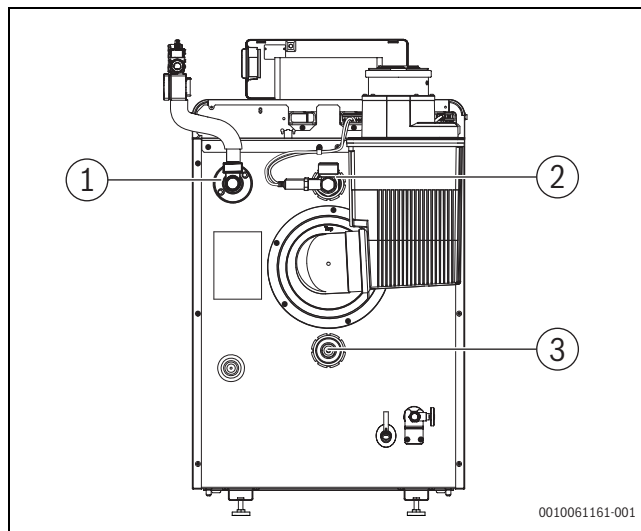
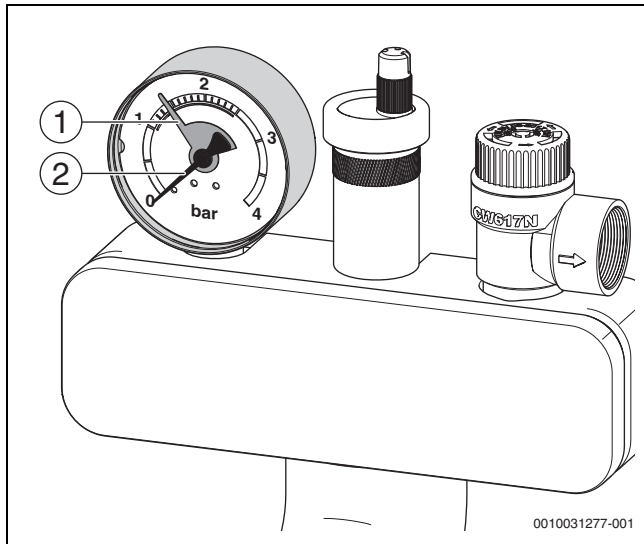

Bild 28 Vorlauf (VK) und Rücklauf (RK) montieren
Bild 29 Manometer (Beispiel)
(→ Bild 28, [3], Seite 23).
- ▶ Roten Zeiger (→ Bild 29) des Manometers auf den erforderlichen Mindestdruck von 1 bar einstellen.
- ▶ Heizungsanlage über den bauseitigen Füllhahn (→ Bild 28) langsam befüllen. Dabei Druckanzeige des Manometers (→ Bild 29) beachten.